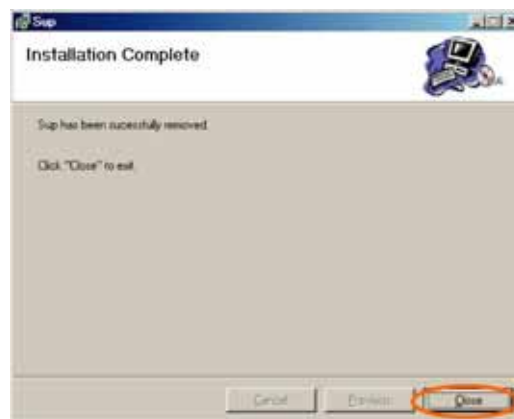

Рис. 1-15
- 5** Для завершения восстановления нажать "Закреть" (Close) (рис. 1-15).